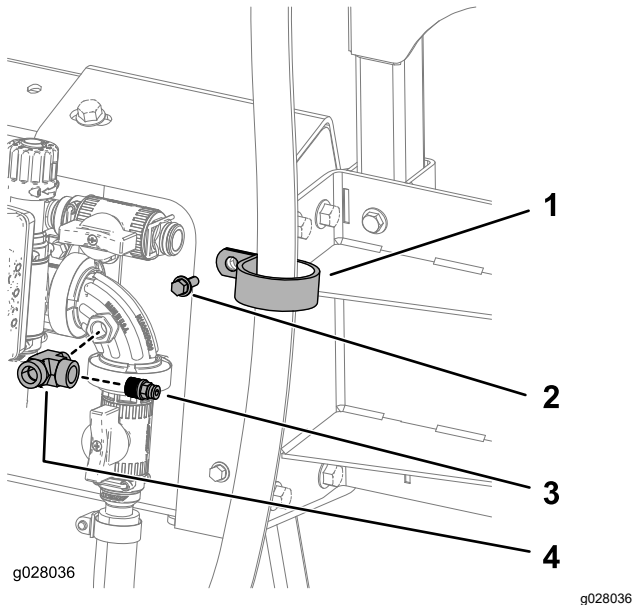

Figura 37
1. Sujete la manguera de 180 cm al soporte superior usando una abrazadera en R, un perno ($\frac{1}{4}$ "-20 x $\frac{3}{4}$ ") y una tuerca ($\frac{1}{4}$ "-20), según se muestra en Figura 37.
2. Aplique sellador de PTFE a las roscas del acoplamiento en T, y conecte el acoplamiento en T a la válvula de control (Figura 37).
3. Aplique sellador de PTFE a las roscas del acoplamiento y conecte el acoplamiento al acoplamiento en T (Figura 37).